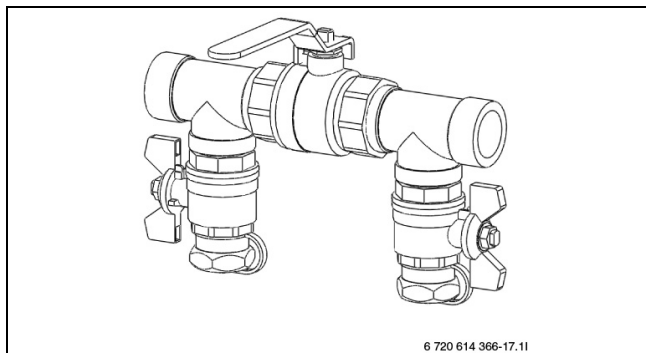

Fig. 17 Kits de remplissage en mode remplissage
- Placer les vannes du dispositif de remplissage en position de remplissage (→ figure 17).